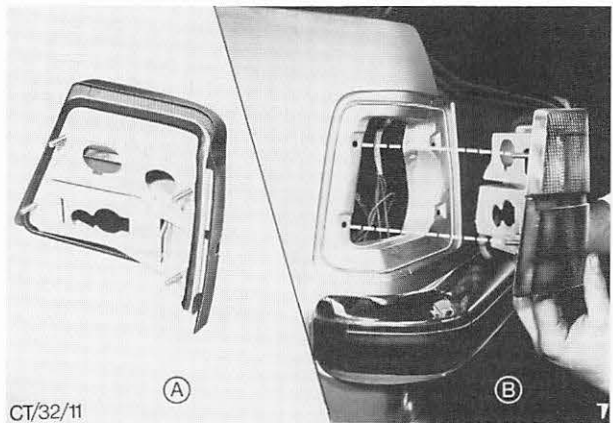

Abb. 13 A = Glühlampengehäuse und Lampenglas sind in einem Teil kombiniert
5. Rückleuchte in die Aufnahme der Karosse einsetzen. Abb. 13. Massekabel, Scheiben und Muttern anbringen und Muttern festziehen.